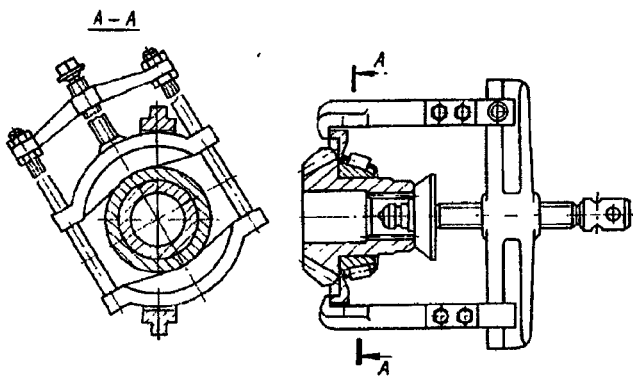
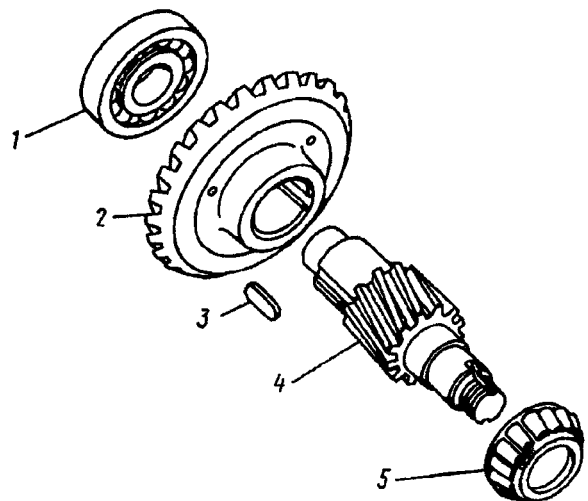
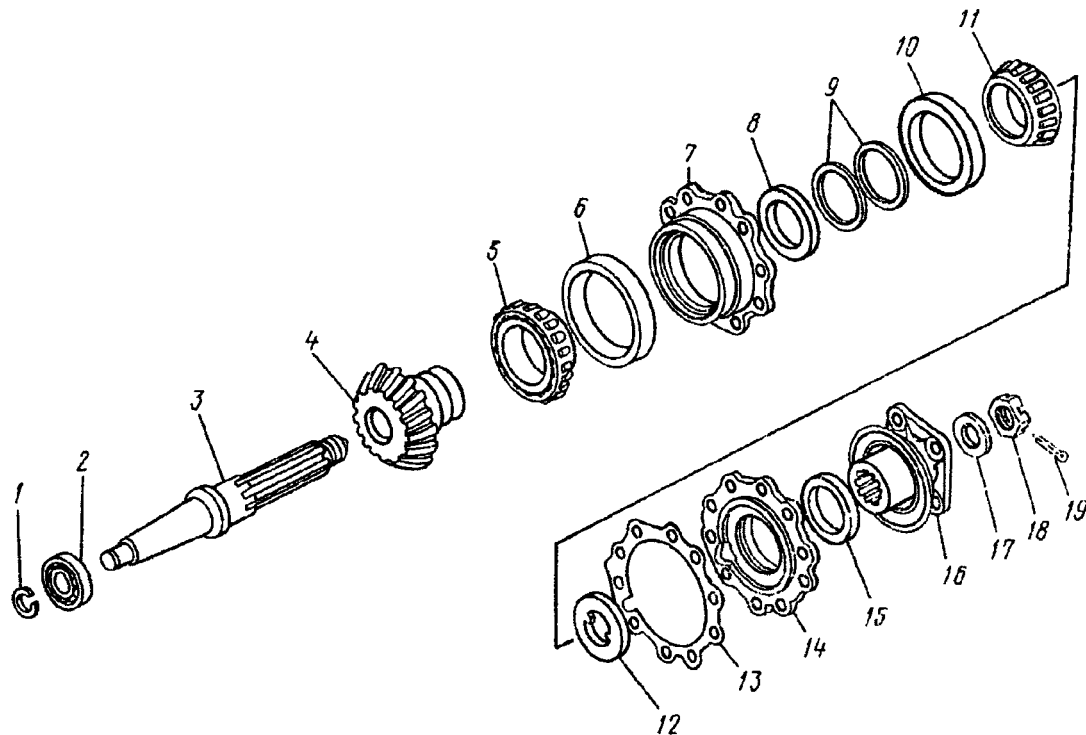

Рис. 205. Снятие внутренних колец подшипников ведущих зубчатых колес съемником
Рис. 206. Узел ведущего цилиндрического зубчатого колеса в сборе:
Рис. 207. Узел ведущего конического зубчатого колеса:
39. Спрессуйте съемником (рис. 205) внутреннее кольцо 5 (рис. 206) конического подшипника	Съемник
44. Расплюньте и отверните гайку 18 (рис. 207) крепления фланца 16 ведущего конического зубчатого колеса	Молоток, накидной ключ 46 мм, плоскогубцы, отвертка
49. Спрессуйте с вала ведущее коническое зубчатое колесо 4, спрессуйте съемником (см. рис. 205) с зубчатого колеса внутреннее кольцо 5 подшипника (см. рис. 207)	Съемник
57. Напрессуйте на ведущий вал 3 (см. рис. 207) роликовый подшипник 2, установите стопорное кольцо 1	Пресс, оправка